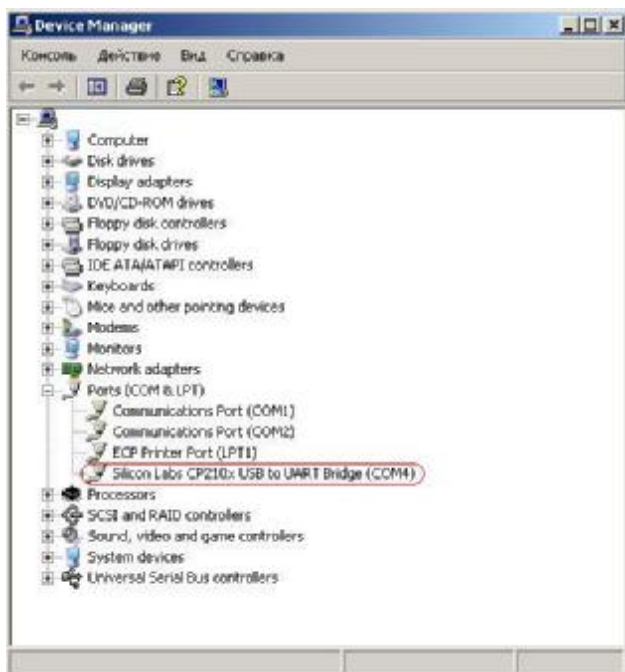

Рисунок 2. Установка драйвера
1.5.2 При подключенном конвертере и установленном драйвере на ПК, в диспетчере устройств появится запись о наличии нового COM-порта (см. рис. 2). В данном случае порт – виртуальный, номер порта назначается операционной системой.